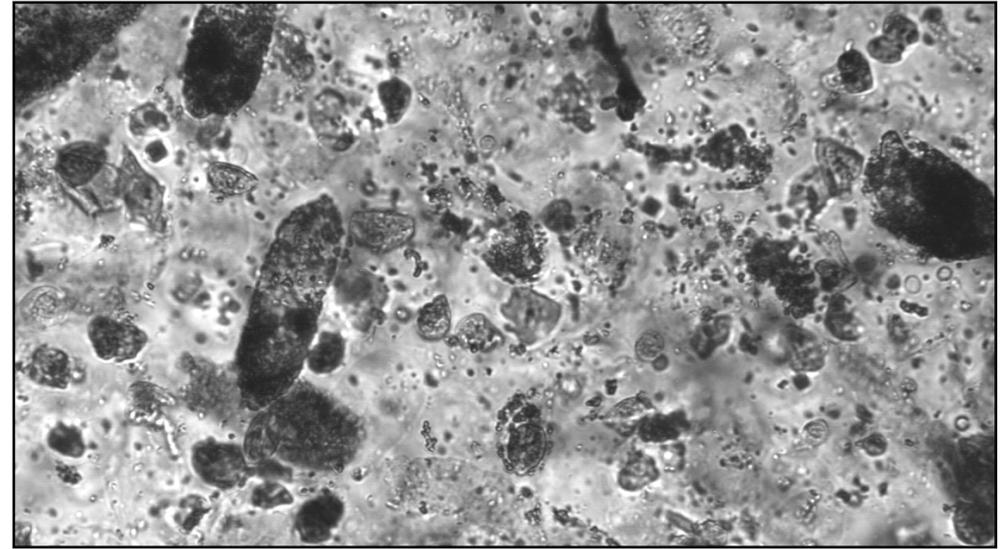

Figura 13: Campo del indicador de estado de la Conexión después de una sola pulsación con el botón derecho del ratón
- Las imágenes del campo visual tan saturadas de partículas que es difícil distinguir entre varios elementos se consideran **Imágenes for review** (Imágenes para revisar) (consulte Figura 13)— tienen **Yes** (Sí) en su columna **For review** (Para revisar) en la Lista de imágenes, y el mensaje **Revisión necesaria!** aparece en rojo en el encabezamiento de SVE.